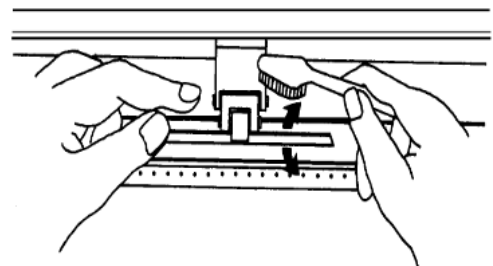

Figura 6-1
3. Use un cepillo de cerdas (un cepillo de dientes es aceptable) para quitar el polvo de la superficie del tambor. Gire el tambor manualmente mientras lo limpia. Consulte la Figura 6-1.